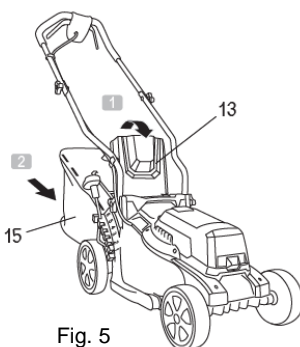
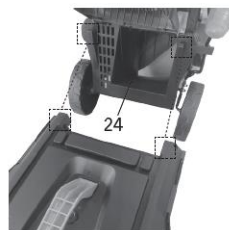

Fig. 5
Fig. 6
- rabatați aparatoarea zonei de descărcare (13), țineți-o în poziție rabatată și introduceți rezervorul de colectare a ierbii (15) (Fig. 5), conectându-l la suportii de fixare (Fig. 6);
- eliberati aparatoare (13); aceasta se va aseza pe rezervor (15).